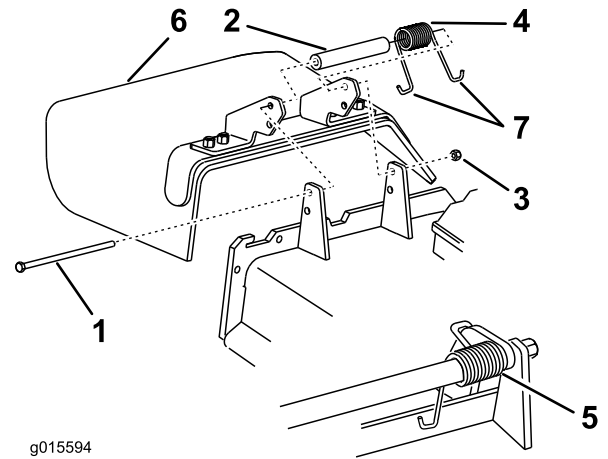

Figura 99
1. Retire la contratuerca, el perno, el muelle y el espaciador que sujetan el deflector a los soportes de pivote (Figura 99). Retire el deflector de hierba dañado o desgastado.
Nota: Asegúrese de colocar un extremo en **J** del muelle detrás del reborde de la carcasa antes de instalar el perno, según se muestra en Figura 99.
3. Instale el perno y la tuerca. Coloque un extremo en **J** del muelle alrededor del deflector de hierba (Figura 99).